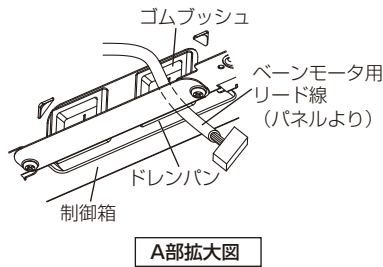

図6-2
- 2) パネルのベーンモータ用リード線をサイドフレームのゴムブッシュに通してください。(図6-2)
② 本体制御箱側
- 1) パネルからのアース線を図6-2と同様にサイドフレームのゴムブッシュに通してください。